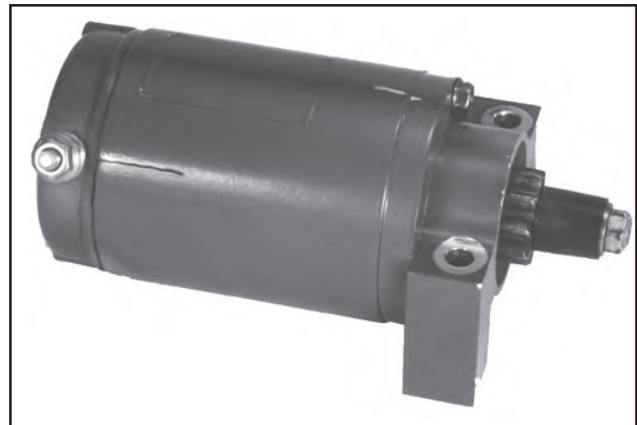

Abbildung 8-41. Übereinstimmungsmarkierungen Anlassereinheit.
2. Die kleine erhöhte Linie an der Kante der Antriebsendkappe ermitteln. Bei Anlassern mit Umschalterendkappen vom Typ "A" ist diese mit einer vorgedruckte Linie auf dem Rahmen des Anlassers ausgerichtet. Bei Anlassern mit Endkappen vom Typ "B" verfügt der Rahmen nicht über vorgedruckte Markierungen. Daher ist ein Stück Klebeband auf dem Rahmen anzubringen und eine Linie auf dem Band zu markieren, die mit der erhöhten Linie auf der Endkappe übereinstimmt. Siehe Abbildung 8-41.
3. Die Antriebsendkappe auf der Antriebswelle montieren. Sicherstellen, dass die Markierungen auf der Endkappe und dem Anlasserrahmen übereinstimmen. Siehe Abbildung 8-41.